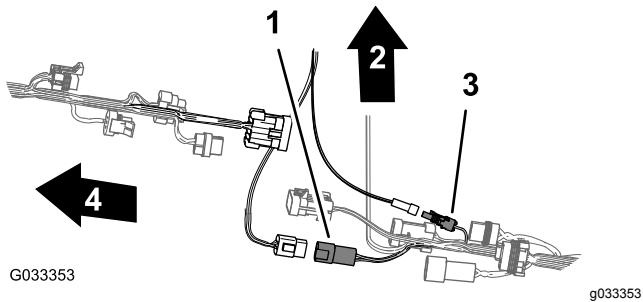

**Bild 91**
5. Stecken Sie den 10-Stift-Stecker des vorderen Kabelbaums für die Sprühfahrzeug-Kabelbaumverbindung in den 10-Buchsen-Stecker des hinteren Kabelbaums für die Sprühfahrzeug-Kabelbaumverbindung (Bild 91).